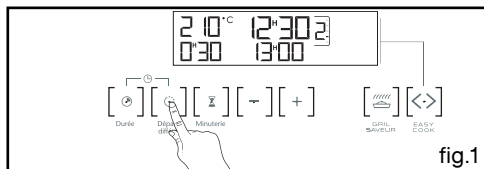

fig.1
– Le programmeur ne doit afficher que l'heure (fig.1).